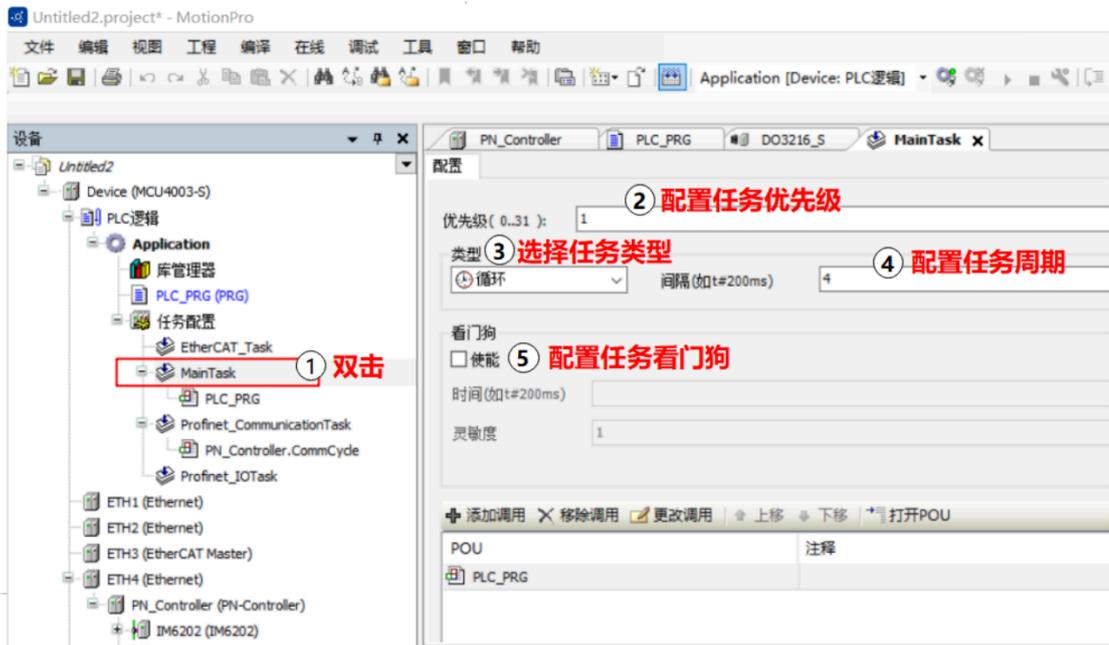

图 5-43 任务配置
如图 5-43 ①，双击任务名，并在右侧的配置界面中进行如下操作：
1. 配置优先级，图中②，1最高，31最低。
2. 配置任务类型，图中③，支持“循环、事件、惯性（即无周期连续运行）、状态”。
3. 配置任务间隔，图中④，设置当任务类型为“循环”模式时的任务周期时间。
4. 配置任务看门狗，图中⑤，使能后如果任务运行时间超出看门狗时间，程序将停止运行。